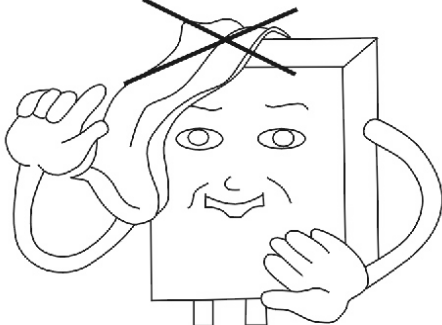

Fig.17
- No coloque toallas ni ropa encima del calentador de agua (Fig. 17)